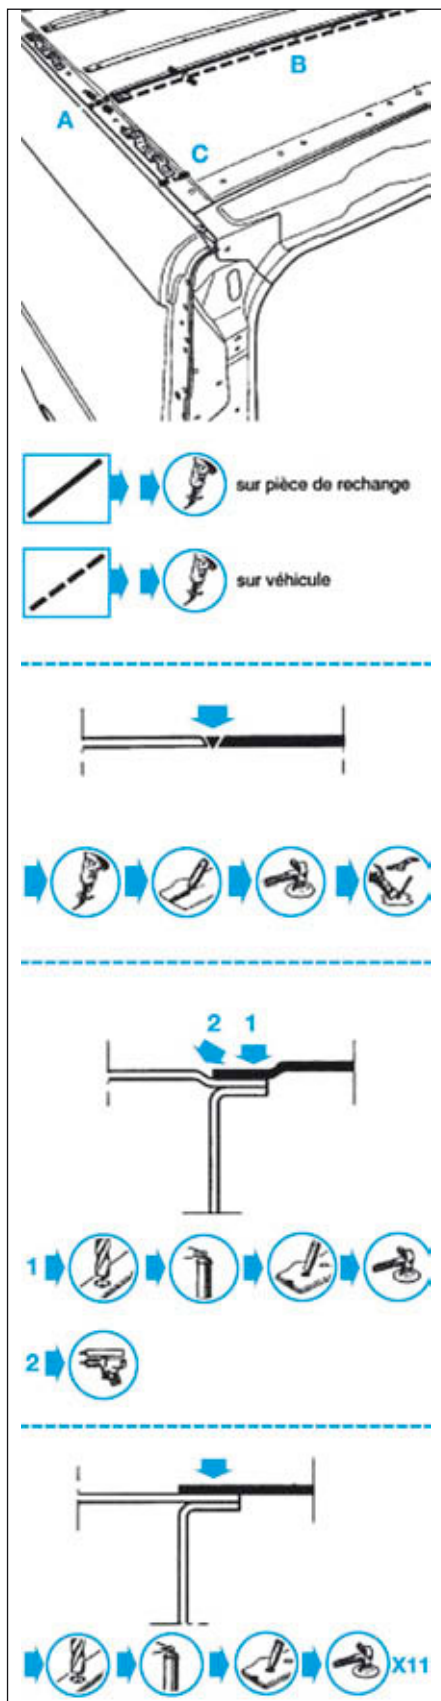

FIG.77
- Tracer puis découper le pavillon arrière (Fig.77).
- Souder par points et cordons MAG (Fig.77).